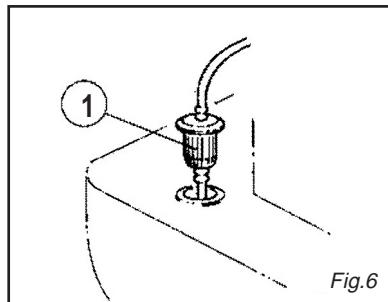

Fig.6
Poediek het diesel filter (fig. 6, pos. 1) controleren; als het versleten of te vuil is, dit vervangen.